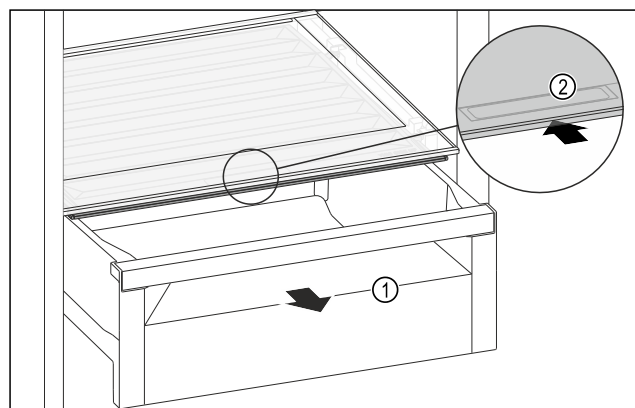

Fig. 156
- ▶ Витягніть висувний ящик *Fig. 156 (1)*.
- ▶ Візьміться за потайну ручку *Fig. 156 (2)* на кришці відділення й одночасно посуňte кришку відділення назад.